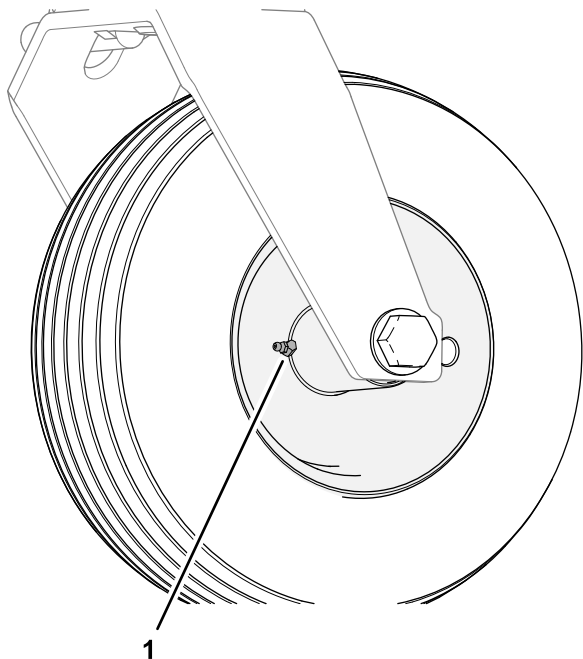

Figura 64
2. Conecte una pistola de engrasar al engrasador del cubo de la rueda giratoria (Figura 64).